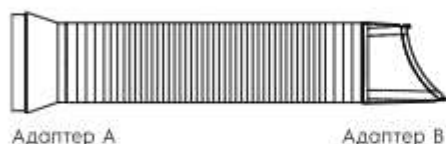

Рис. 3
1. Растяните воздухоотвод за оба конца (рисунок 3).